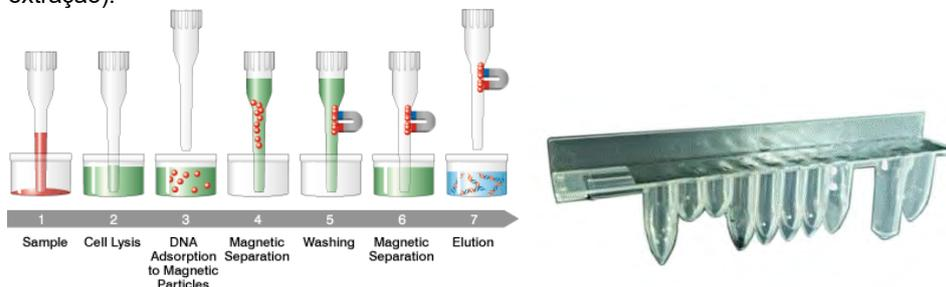

Figura 1-6: Princípio de extração de ácidos nucleicos e Cassete de extração ELITE InGenius SP 1000
- O conjunto reagente foi otimizado para o isolamento de ácidos nucleicos a partir de até 1 mL de amostras. (Figura 1-6: ELITE InGenius SP1000 – Cassete de extração e princípio de extração).